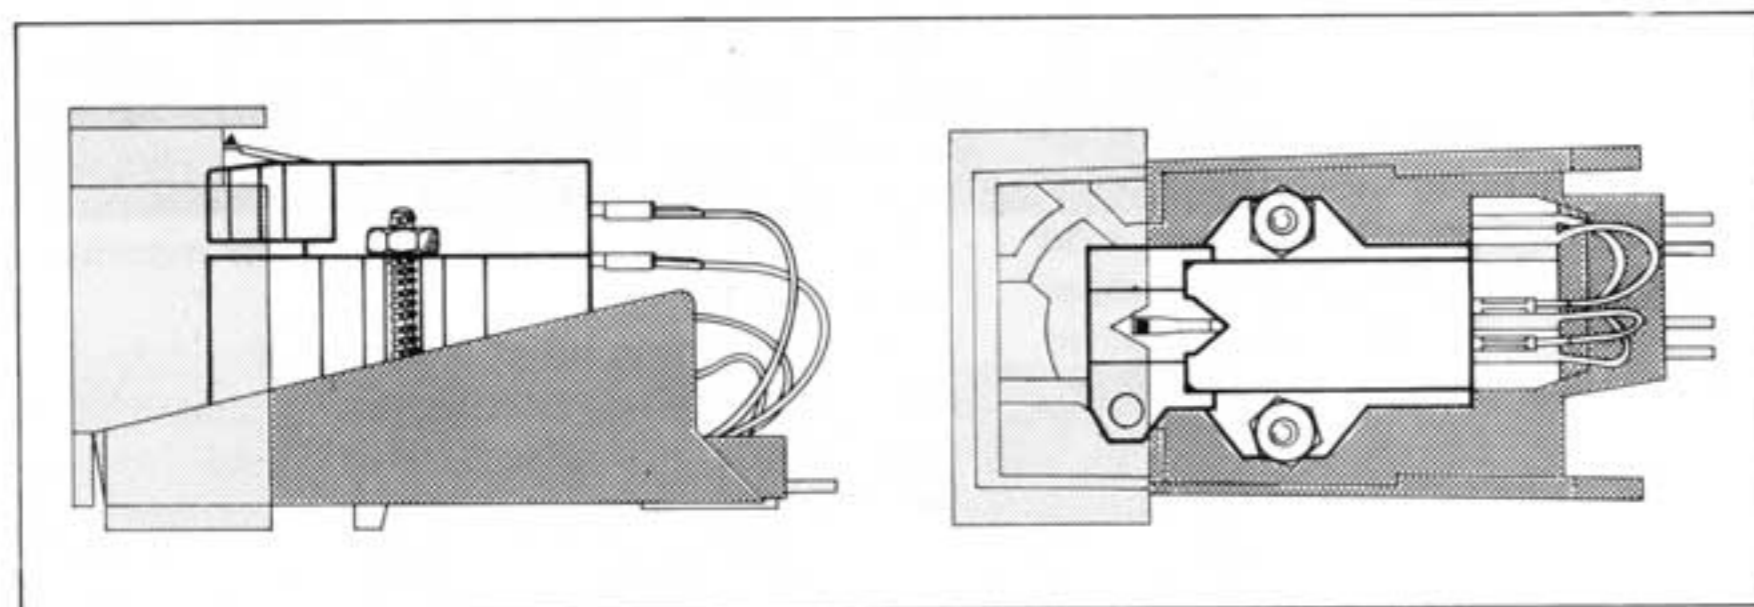

Fig. 11
1. Zur Montage des Tonabnehmersystems lösen Sie den Systemträger (3) vom Tonarm, indem Sie den Tonarmgriff (2) nach hinten drücken. Halten Sie dabei den Systemträger fest, da er nach Öffnen der Verriegelung herunterfällt.
2. Befestigen Sie das Tonabnehmersystem unter Verwendung des dem Tonabnehmersystem beigefügten Zubehörs auf dem Systemträger. Zu beachten ist, daß das Tonabnehmersystem mit der Systemlehre am geometrisch richtigen Ort für die Abtastnadelspitze im Systemträger montiert wird (Fig. 11).
1. To mount the cartridge, detach the cartridge holder (3) from the tonearm by pressing the tonearm lift (2) backward, while holding the cartridge holder with your hand to prevent its falling down when the lock is released.
2. Using the hardware provided, mount the cartridge on the cartridge holder. Use the gauge to make sure that the cartridge is mounted in the geometrically proper place in the cartridge holder (Note location of stylus tip in fig. 11).
2. Fixez la cellule sur le porte-cellule en utilisant les accessoires joints à la cellule. A l'aide du gabarit, vérifiez que la cellule est montée à l'emplacement géométrique correct de la pointe dans le porte-cellule (Fig. 11).
2. Bevestig het element op de systeemhouder en gebruik voor de plaatsbepaling de meegeleverde hulpstukken, zodat de naaldpunt geometrisch in de juiste positie komt (Fig. 11).
2. Monte la cápsula en el portacápsulas utilizando los accesorios adjuntos a la cápsula. Tenga en cuenta que la cápsula deberá ser montada en el punto geométrico correcto del portacápsulas con respecto a la punta de la aguja lectora, empleando un calibre correspondiente (fig. 11).
2. Montera den nya pick-upen i monteringsbryggan. Se till att nålspetsen hammar i rätt position, med hjälp av monteringsmallen (Fig. 11). Använd vid monteringen de tillbehör som medföljer skivspelaren. (Distansrör, skruvar och muttrar).